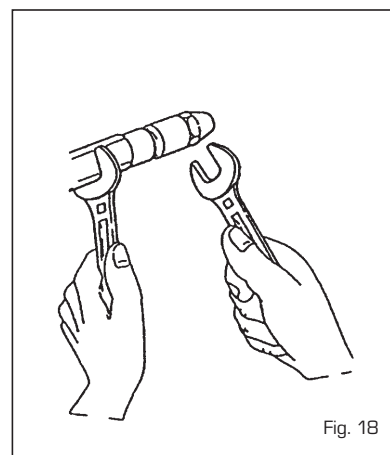

Fig. 18
4.7.3 Sostituzione ugello (fig. 18)
- Bloccare il porta spruzzo utilizzando una chiave n° 19 e svitare l'ugello con una chiave n° 16 (fig. 18).